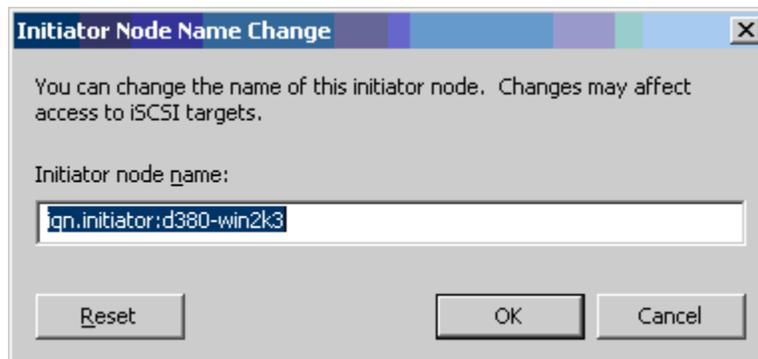

Ilustración 10-8. Cambio del nombre de nodo del iniciador
3. En el cuadro de diálogo Initiator Node Name Change (Cambio del nombre de nodo del iniciador) (consulte la Ilustración 10-8), escriba el nombre IQN del iniciador y, a continuación, haga clic en **OK** (Aceptar).